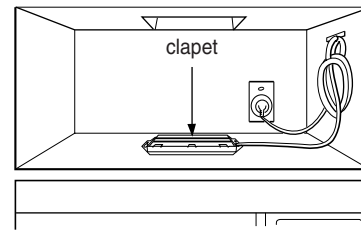

Figure 33
5. Évacuation par le toit : Poser le conduit d'évacuation dans l'ouverture à cet effet dans l'armoire supérieure. Terminer la pose du système d'évacuation à travers le toit en suivant la méthode nécessaire. Voir la figure 33. Voir PRÉPARER L'ÉVACUATION, ÉTAPE 2, en utilisant un pistolet à calfeutrer pour étanchéifier l'ouverture du toit autour du capuchon d'évacuation. Voir la figure 6.